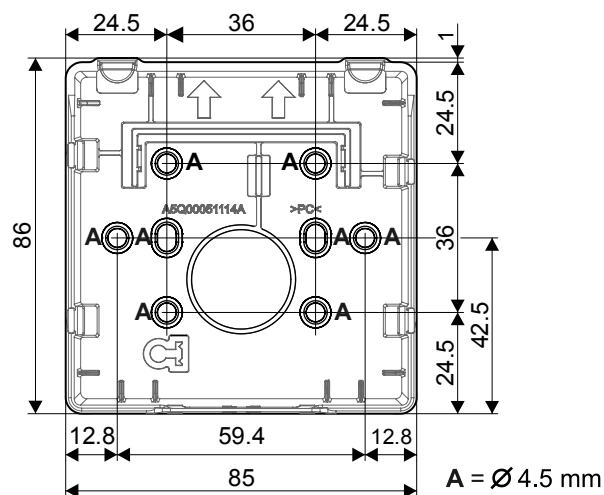

Fig. 2
5. To screw on, use two screws (2) (Fig. 1) and select two fastening points that are as far apart as possible (Fig. 2).
5. Benutzen Sie zum Anschrauben zwei Schrauben (2) (Fig. 1) und wählen Sie zwei möglichst weit auseinanderliegende Befestigungspunkte (Fig. 2).
5. Pour le serrage, utilisez deux vis (2) (fig. 1) en choisissant les deux points de fixation les plus éloignés possibles l'un de l'autre (fig. 2).